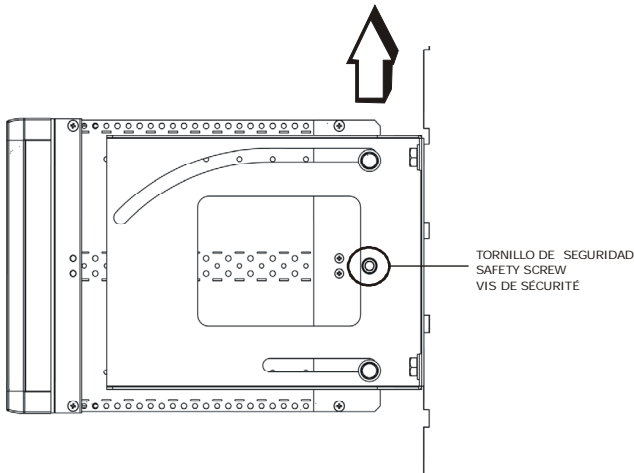

Fig. 6.-
1.- Saque el tornillo de seguridad y levante ligeramente el subrack. (Fig. 6)
1.- Remove the safety screw and then lift the subrack slightly. (Fig. 6)
1.- Dévissez la vis de sécurité et soulevez légèrement le subrack. (Fig. 6)